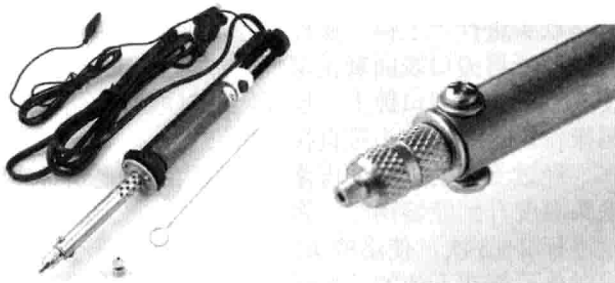

图 1.6 吸锡电烙铁
(5) 吸锡电烙铁 吸锡电烙铁（图 1.6）是将活塞式吸锡器与电烙铁熔于一体的拆焊工具，它具有使用方便、灵活、适用范围广等特点。不足之处是每次只能对一个焊点进行拆焊。